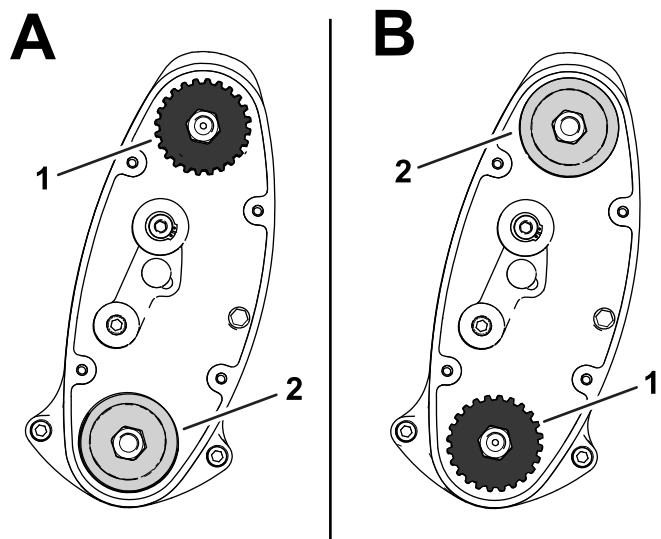

图 16
- 高位置图 16 中的“A”
- 低位置图 16 中的“B”